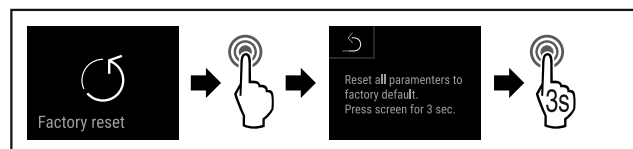

Fig. 105
- ▶ Провести етапи операцій (див. Fig. 105).